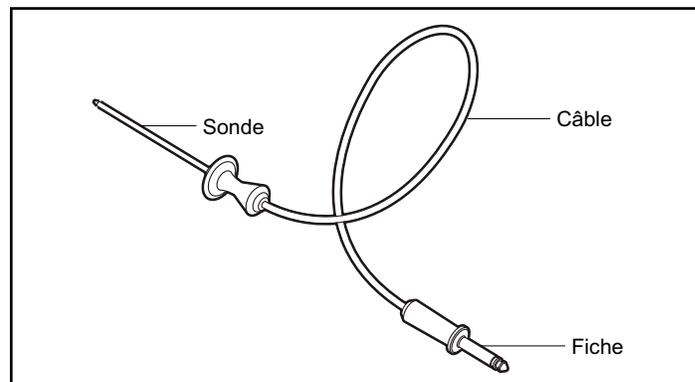

Figure 2 : Sonde thermique
2. Insérez la fiche dans la prise (consultez la Figure 2).